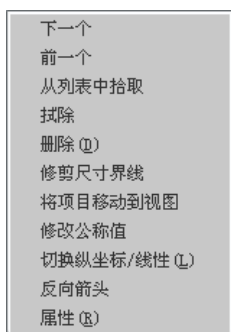
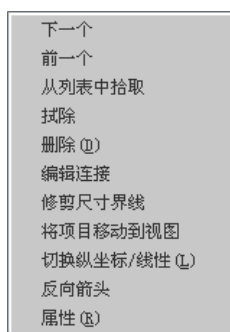

图 5.2.99 快捷菜单（一）
图 5.2.100 快捷菜单（二）
第一种情况：当尺寸为自动生成尺寸时，如果右击在尺寸标注位置线或尺寸文本上，则弹出图 5.2.99 所示的快捷菜单（一），当尺寸为手动创建的尺寸时，系统弹出图 5.2.100 所示的快捷菜单（二），其各主要选项的说明如下。
(5) **修改公称值**：该选项的功能是修改工程图中自动生成尺寸的尺寸值（即尺寸的大小），从图 5.2.99 所示的快捷菜单中可以看出，对于手动创建的尺寸，其快捷菜单中没有 **修改公称值** 命令，说明不能修改其公称值，对于自动生成的尺寸，在此修改了公称值后，可以驱动原三维模型，使原三维模型中相应的尺寸值也发生变动；在修改完公称值后，请选择下拉菜单 **视图(V)** **更新(U)** **绘制(D)** 命令，更新模型。